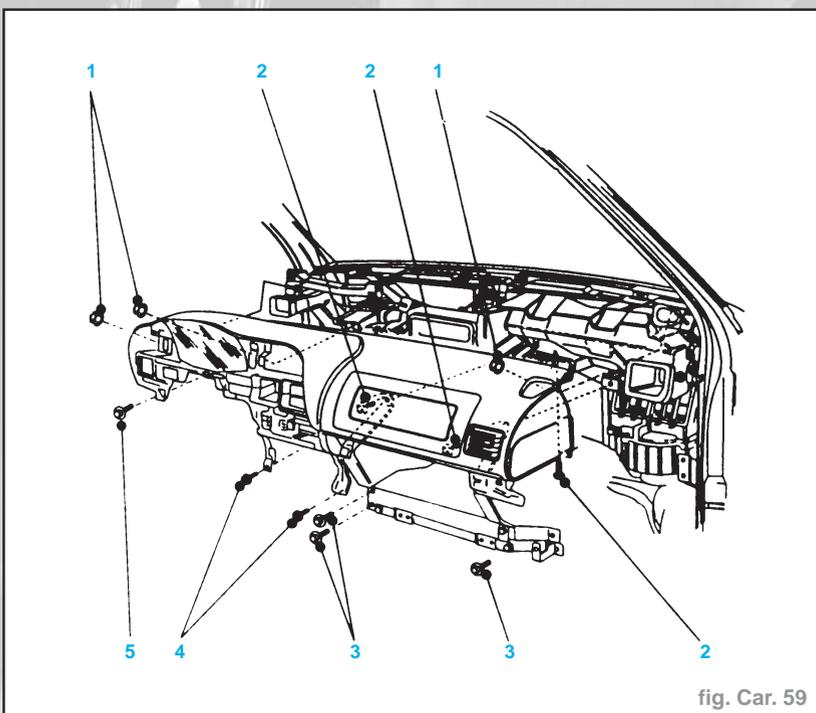

fig. Car. 59
- la planche de bord de la carrosserie - vis (2) de derrière la planche de bord, vis (3 & 5), vis auto taraudeuses (4), écrous (1) - (fig. Car. 59).